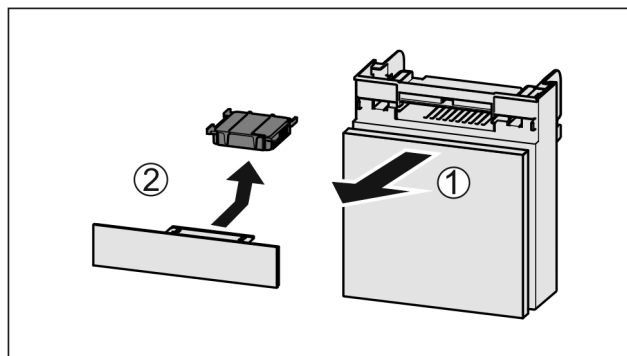

Fig. 192
- Tërhiqni kutinë nga përpara Fig. 192 (1).
- Hiqni filtrin me karbon aktiv Fig. 192 (2).